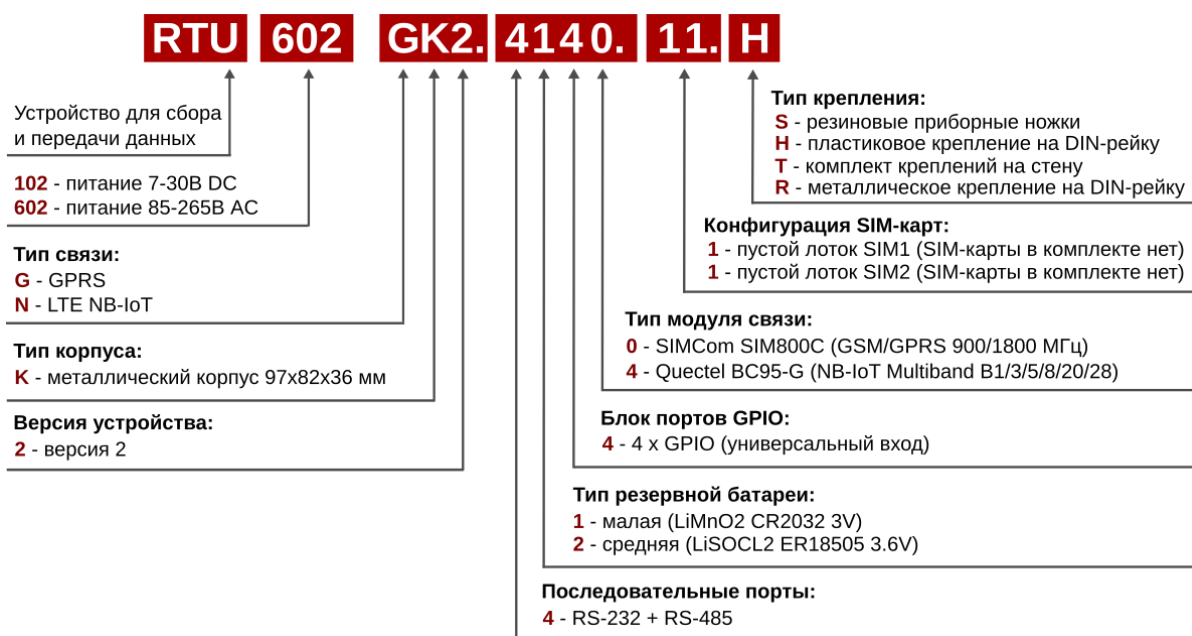

Рис. 2. Расшифровка полного наименования УСПД.
**Модельный ряд УСПД** в металлическом корпусе (версии **GK/NK**) представлен множеством модификаций с возможностью подбора опций на выбор пользователя. Расшифровка полного наименования УСПД с обозначением возможных опций дана на Рис. 2.